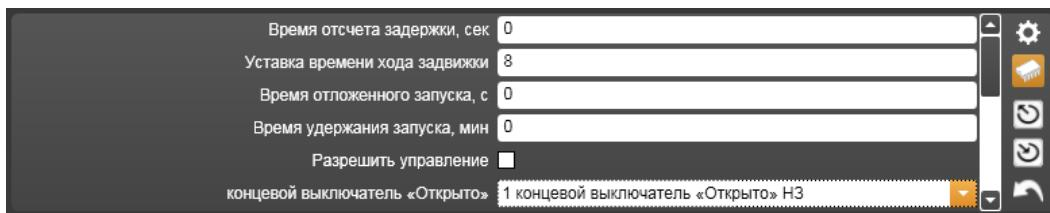

Рисунок 21.29 – Настройка параметров Задвижки (ШУЗ)
**концевой выключатель «Открыто» Н3.** Остальные текстовые поля и поля выбора оставить в состоянии «по умолчанию» (Рисунок 21.29).
Далее, для того чтобы настроить параметры **Задвижки** (ШУЗ), открывающей поступление воды из питающего водопровода, необходимо выделить строку устройства ШУЗ с адресом **1.20**, под рабочей областью в поле свойств устройства щелкнуть на кнопке  – **Параметры устройства** и в открывшееся текстовое поле **Установка времени хода задвижки** вместо **1** вписать **8**, а в поле выбора **концевой выключатель** «**Открыто**» выбрать **1** **концевой выключатель «Открыто» Н3**. Остальные текстовые поля и поля выбора оставить в состоянии «**по умолчанию**» (Рисунок 21.29).